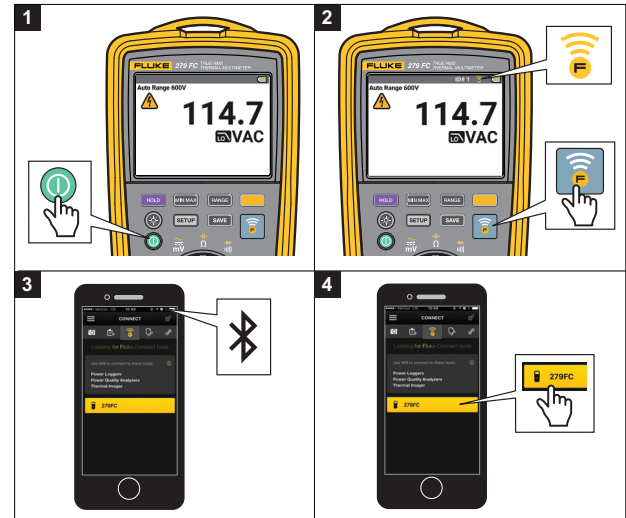

Bild 1. Fluke Connect™
1. Starta multimetern. Se bild 1.